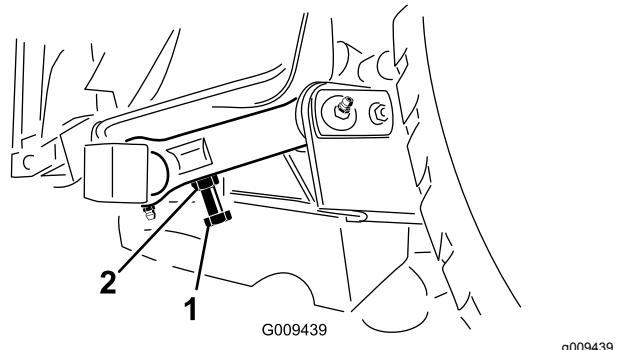

Figure 28
- Pour ajuster la distance, localisez le boulon de réglage sur la biellette de pivot arrière du plateau de coupe (Figure 28).